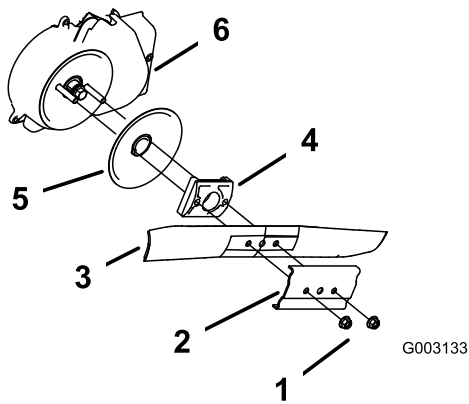

Рисунок 28
3. Отверните 2 гайки крепления ножа и прижим (Рисунок 28).
4. Извлеките нож (Рисунок 28).
5. Снимите привод ножа и диск (Рисунок 28).
6. Снимите кожух тормозной муфты ножа (Рисунок 28).
10. Установите снятые ранее нож и прижим (Рисунок 28).